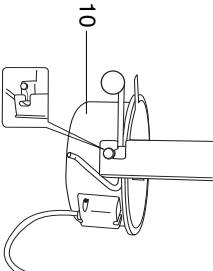

Fig. 4
- Introducir el recipiente para tostar (Fig. 4)**